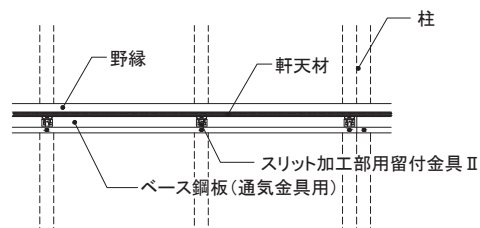

図3 スリット加工部用留付金具Ⅱの施工位置
- スリット加工部用留付金具Ⅱをツメが上がった状態で、軒天下のベース鋼板に500mm以下の間隔で専用ビス(ステンステクスネジφ4.5mm×10mm)を用いて留め付けてください。(図3、4、5参照)